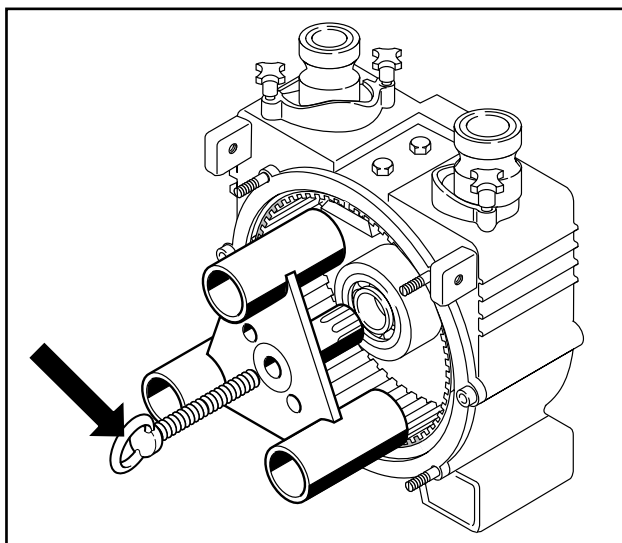

Fig. 10 Smontaggio del rotore
6. Svitare la vite di fissaggio del rotore (art. n.1018, Fig. 8). Spingere il rotore utilizzando eventualmente i fori di spinta M 10 e la vite di fissaggio (Fig. 10).